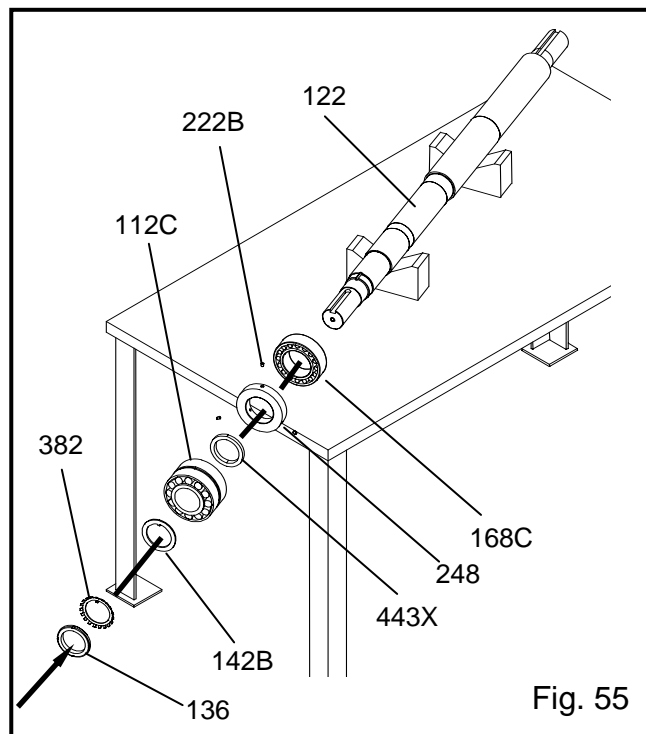

Fig. 55
6. Aquecer o rolamento radial do lado interior (168C) a 225°F usando um aquecedor por indução. Deslizar o rolamento sobre a extremidade do veio do lado do impulsor (122), empurrá-lo até que ele fique embutido e em esquadria contra o ressalto do veio, ver a Fig. 55.